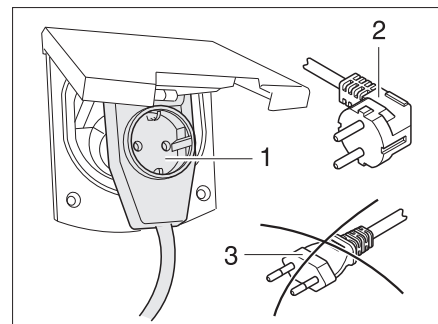

Bild 93 Anschluss an eine Winkelkupplung mit Steckdose
- ▶ Bei Verwendung einer CEE 17 Winkelkupplung mit rückseitig eingebauter Steckdose (Bild 93,1) nur einen gummierten und versiegelten IP 44 Stecker mit Schutzkontakt (Bild 93,2) verwenden. Keine Stecker ohne Schutzkontakt (Bild 93,3) verwenden. Gefahr eines Stromschlages!